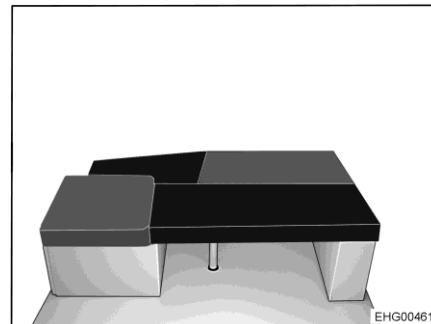

Fig. 177 Dopo la trasformazione
- Posizionare il cuscino aggiuntivo rettangolare sul tavolo (vedi Fig. 177).
- Collocare il cuscino aggiuntivo triangolare tra il sedile laterale e il divano unico sull'allargamento letto lungo (vedi Fig. 177).